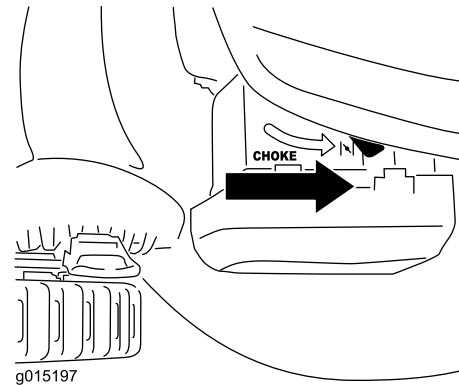

Figura 20
3. Mueva la palanca del estérter a la posición de Estérter (Figura 20). No utilice el estérter si el motor está caliente.